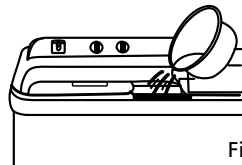

Figura 2
2. Permita que la tina se llene de agua hasta que alcance el nivel seleccionado y agregue el detergente en polvo disuelto en agua (figura 2). Comienza a lavar para dispensar el detergente uniformemente.